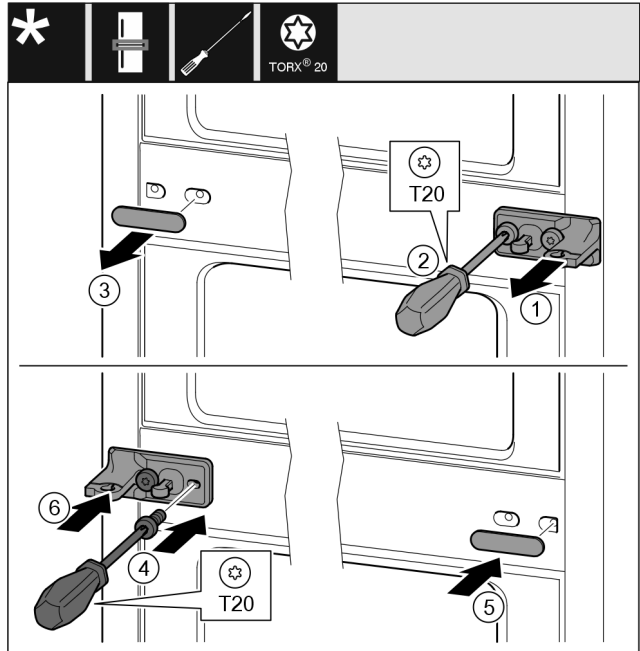

Fig. 13
- ▶ Stáhněte podložku Fig. 13 (1).
- ▶ Šroubovákem vyšroubujte šrouby Fig. 13 (2).
- ▶ Opatrně stáhněte kryt Fig. 13 (3).
- ▶ Stojan ložiska s fólií Fig. 13 (4) otočený o 180° pevně přišroubujte na druhou stranu.
- ▶ Kryt Fig. 13 (5) otočený o 180° připevněte na druhou stranu.
- ▶ Zepředu nasuňte podložku Fig. 13 (6).